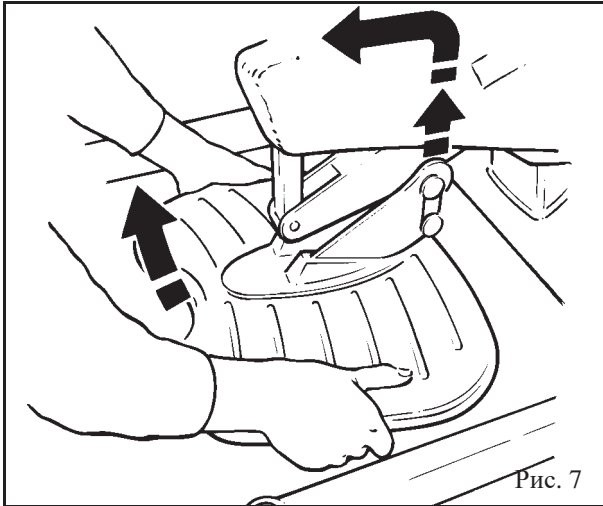

Рис. 7
5. Потяните опору для стоп на себя, пока она не снимется с кронштейна опоры (см. рис. 7).